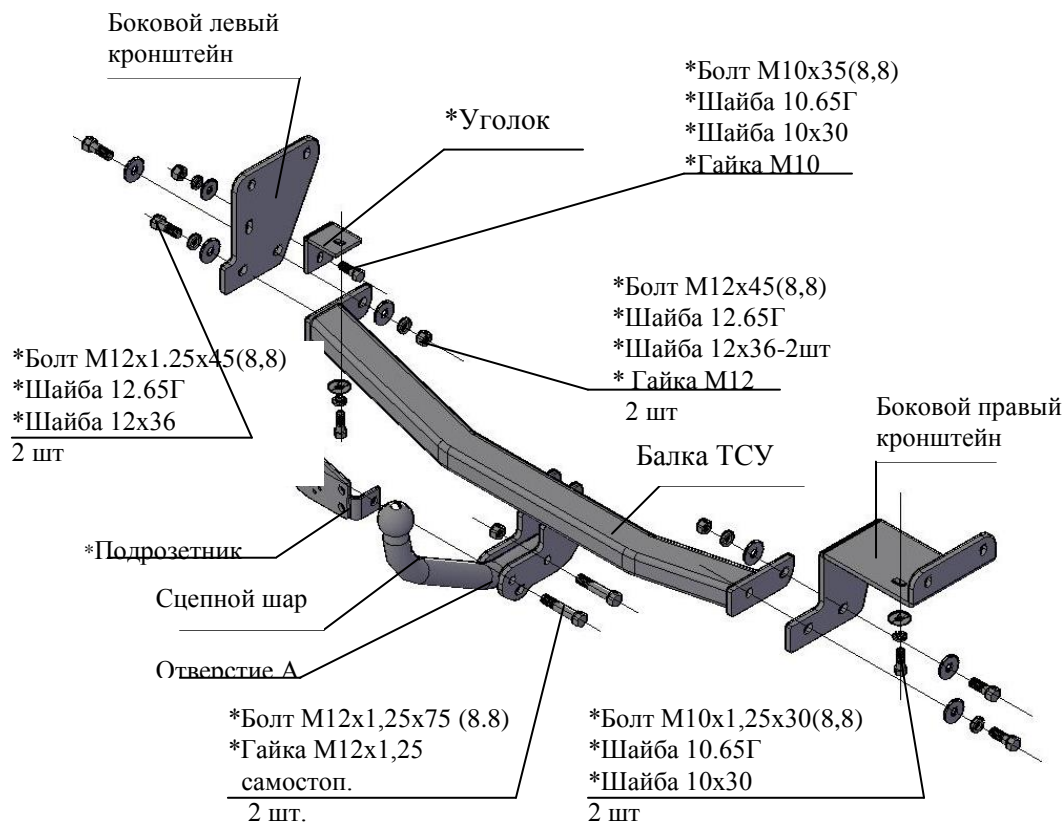

Рис.1 Тягово-сцепное устройство 7350.
2.1 ТСУ 7350 в сборе (рис.1)	1 шт.
2.2 Пакет с комплектующими (см. рис.1)	1 шт.
4.3 Установить боковой правый и левый кронштейны ТСУ на внешние боковые и нижние стороны лонжеронов а/м, используя уголок (см рис.1) и